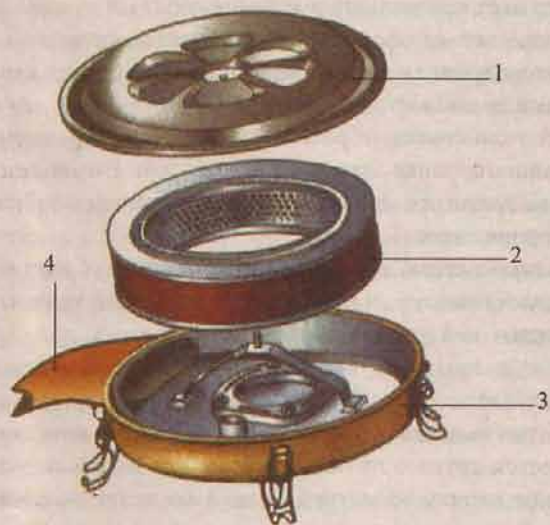

Рис. 15 Воздушный фильтр
**Воздушный фильтр** (рис. 15) - необходим для очистки воздуха, поступающего в цилиндры двигателя. Фильтр устанавливается на верхней части воздушной горловины карбюратора.